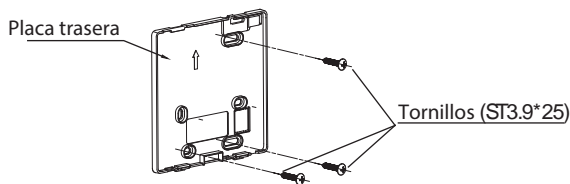

Fig 3-3
- Para montaje expuesto, fije la placa trasera en la pared con los 3 tornillos (ST3.9*25) y tacos. (Fig. 3-3)